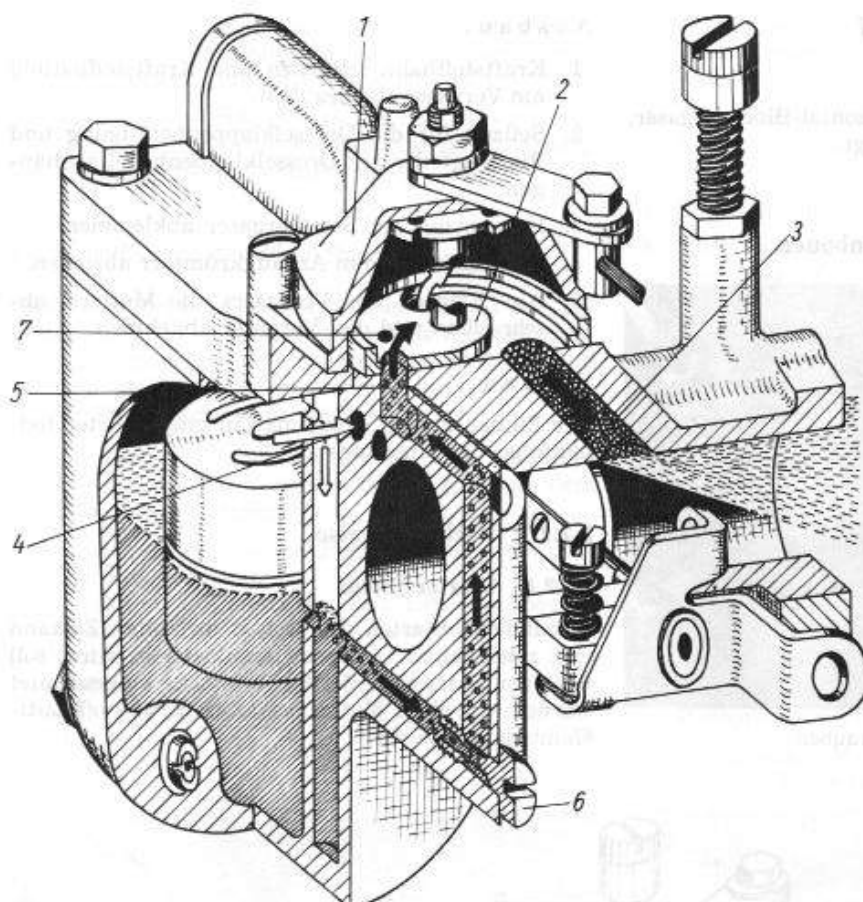

Bild M 61. Vergaser - Startsystem
Durch das Betätigen des Starterzuges wird im Starteroberteil (1) - Bild M 61 - der Drehschieber (2) so verdreht, daß der Startermischkanal (3), der Kanal für die Startluft (4) und die Bohrung für den Kraftstoff (5) zum Raum im Starteroberteil (1) geöffnet sind. Der beim Starten des Motors im Kurbelgehäuse entstehende Unterdruck bewirkt, daß über den Startermischkanal (3) zusätzlich zum wirkenden Leerlaufsystem Kraftstoff-Luft-Gemisch angesaugt wird. Dazu wird Kraftstoff aus dem Schwimmergehäuse über die Bohrung für den Startkraftstoff (5) angesaugt und durch die Startluftbohrung (4) auf dem Weg zur Mischkammer im Starteroberteil (1) vorgemischt. Hierfür ist eine Starterdüse (6) zwischengeschaltet. Im Starteroberteil (1) wird über den Kanal für Startluft (4) Frischluft zugeführt und mit dem vorgemischten Kraftstoff zu einem zündfähigen Kraftstoff-Luft-Gemisch vereint und gelangt über den Startermischkanal (3) zum Motor.